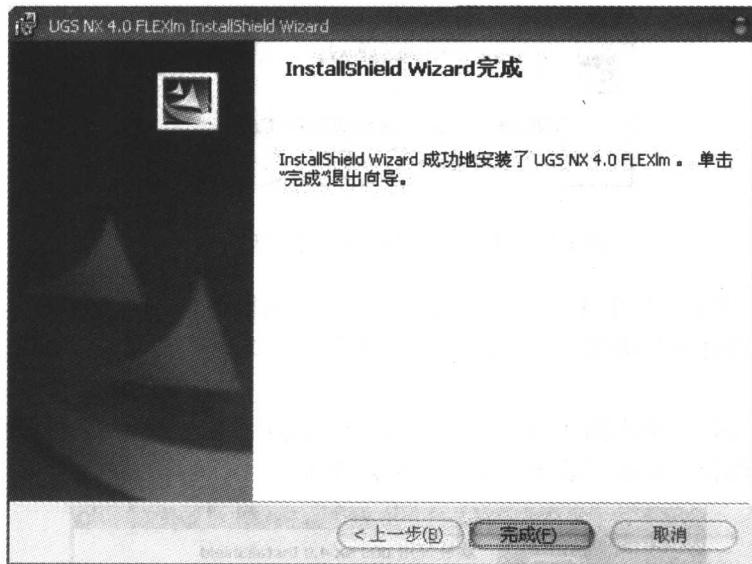

图 1-9 安装完成对话框
- 安装完成后, 单击【完成】按钮, 如图 1-9 所示, 完成对 UG NX 4.0 许可证文件的安装。